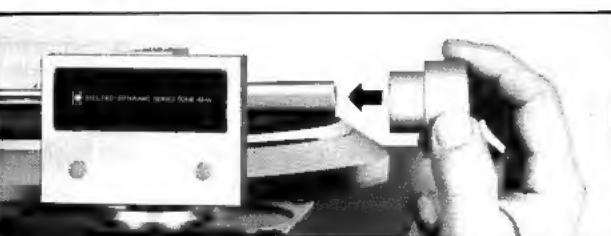

Fig. 3 Abb. 3
3. Slide the main weight (13) onto the weight axis as close to the tonearm base as possible. (Fig. 3)
3. Schieben Sie das Hauptgewicht (1) auf die Gewichtsachse, so nahe wie möglich zum Tonarmsockel (Abb. 3).
3. Faire glisser le contrepoids principal (1) sur l'axe de façon à ce qu'il soit placé le plus près possible de la base du bras de lecture. (Fig. 3).